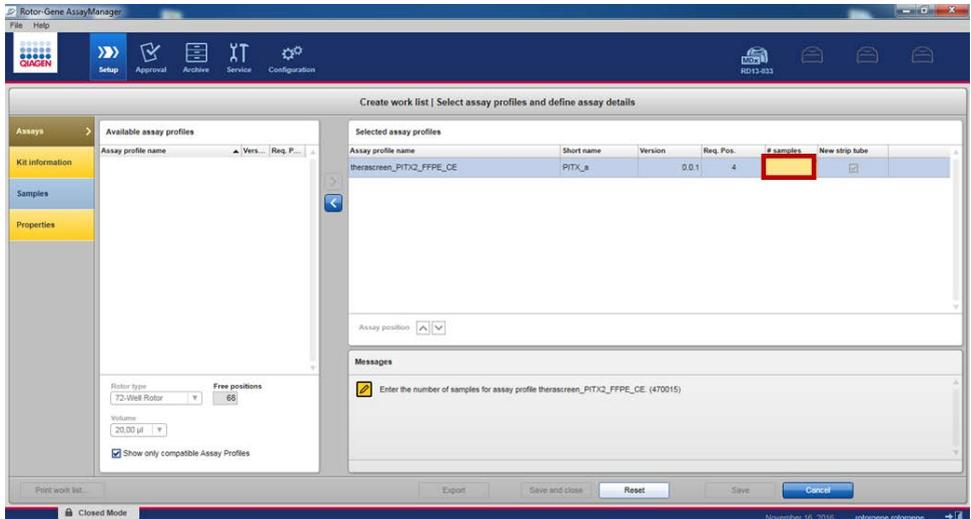

Abbildung 9. Eingabe der Probenanzahl.
20. In der Registerkarte „Assays“ füllen Sie die gelben Felder aus: Anzahl der Proben (max. 8) gemäß Einrichtung der Platte (Abbildung 9).